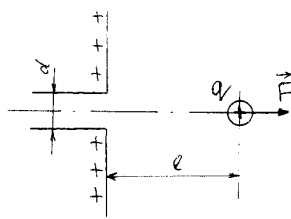

рис.1
1. Нескінченна площина з отвором АВ діаметром d рівномірно заряджена (рис.1). Площина діє на додатний електричний заряд q , віддалений від неї на відстань l з силою F . Коли ця сила більше - при $l = 5d$ чи при $l = 10d$?